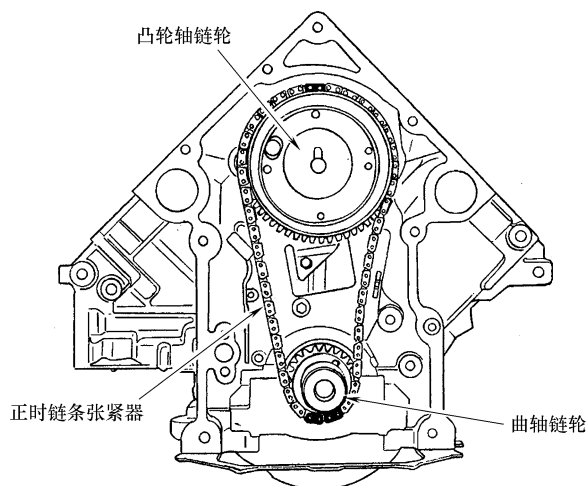

图 19-39 曲轴链轮、凸轮轴链轮与正时链条张紧器识别
- 4) 重新安装曲轴带轮并用手拧紧。用合适的工具转动曲轴，使正时链条上的镀色链节和链轮与键槽的位置达到图 19-39 所示的位置。
- 1) 把正时链条安装到凸轮轴链轮和曲轴链轮上，见图 19-39。
- 2) 将凸轮轴链轮和曲轴链轮安装到凸轮轴和曲轴上，并按照图 19-39 所示的正时标记检查是否对准。